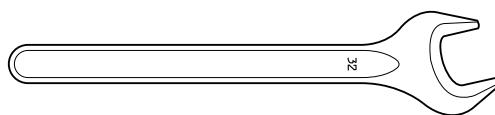

Fig. 7
- The supplied open-end spanner (Fig. 7).
5. Attach the drill bit using the open-end spanner (Fig. 7). Before the drill is started, carefully check that the new bit is firmly attached.
- Den mitgelieferten festen Schlüssel (Abb. 7).
5. Den Bohrer mit Hilfe des festen Schlüssels befestigen (Abb. 7).
- La clé à ouverture fixe fournie (fig. 7).
5. Monter le trépan à l'aide de la clé à ouverture fixe (fig. 7). Avant de démarrer la machine, s'assurer que le nouveau trépan est solidement fixé.